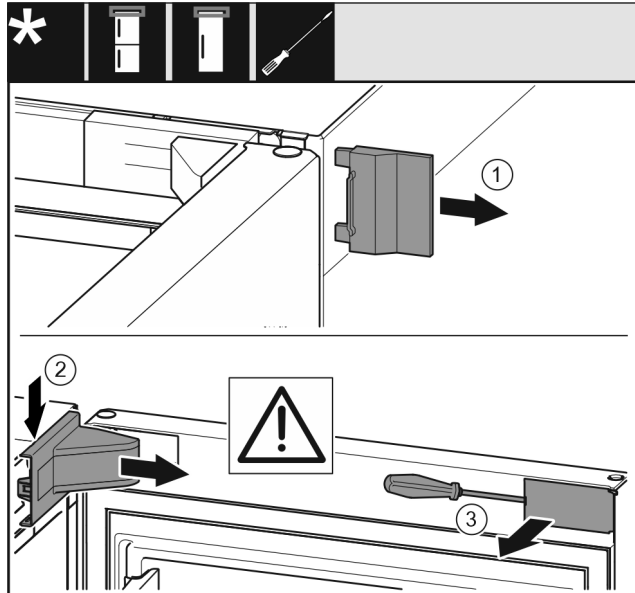

Fig. 14
- ▶ Hiqni kapakun mbulues të jashtëm. Fig. 14 (1)
- ▶ Nxirrni nga foleja kapakun mbulues të bazamentit mbështetës dhe lirojeni. Hiqni kapakun mbulues të bazamentit mbështetës. Fig. 14 (2)
- ▶ Nxirrni nga foleja shiritin mbulues me një kaçavidë me kokë petë dhe shtyni anash. Fig. 14 (3)